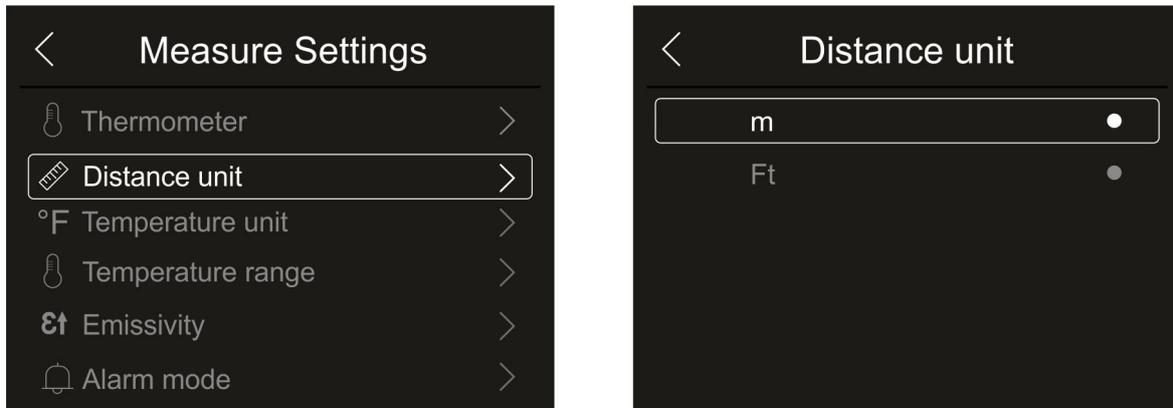

Fig. 24: Menu de configuração da unidade de medição de distância
1. Clique em “Distance unit” para definir a unidade de medida de distância. Fig. 24 - lado direito é exibido: